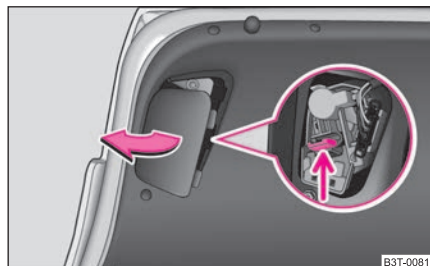

Abb. 223 Ausbau des inneren Teils der Heckleuchteinheit
- Nehmen Sie die Abdeckung der Heckleuchteinheit an der Innenseite der Gepäckraumklappe ab ⇒ Seite 256, Abb. 223.
- Drücken Sie die Federfalle ⇒ Seite 256, Abb. 223 und nehmen Sie den Lampenhalter aus dem Gehäuse der Heckleuchteinheit heraus.